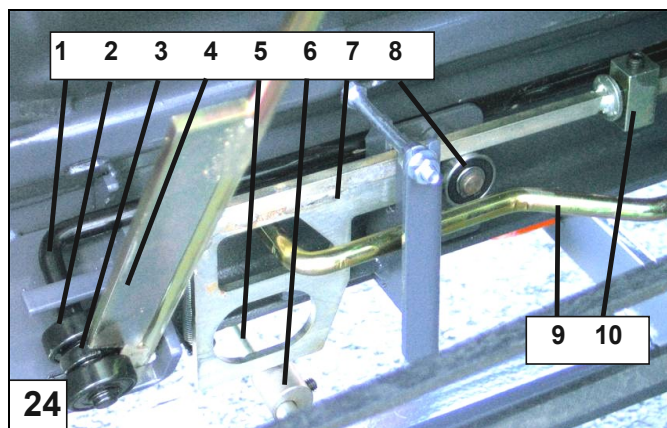
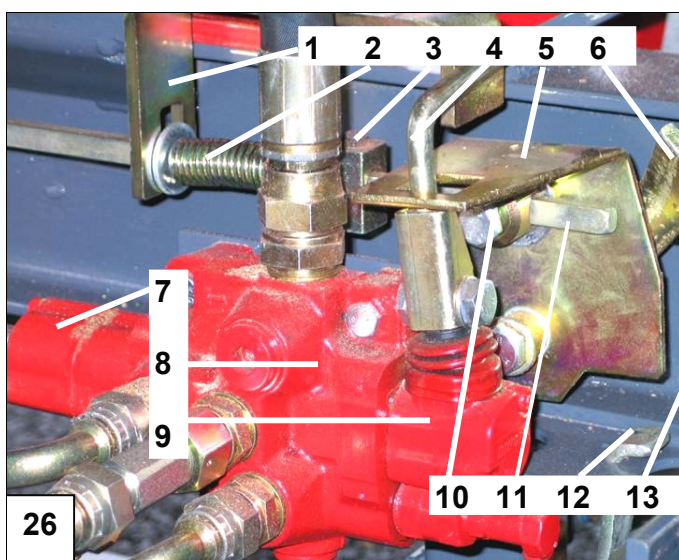

Bild 24. Utlösningens delar
Bild 26. Hydraulventilens delar
2. Sensorskaftet 5 (bild 24) lyfter med hjälp av reglerholken 6 upp utlösningstång 7, varpå den frigörs bakifrån det fasta begränsarlagret 8.
- Den manuella utlösningsspaken påverkar den manuella startens styrspak 9 (bild 24), som trycker på den sneda ytan på utlösningstång 7. Då lyfts utlösningstången upp bakom begränsarlagret 8, som i sin tur startar klyvningen.
- När klyvtrågets skyddsnät lyfts upp, flyttar skyddskilen 4 låsstången 1 (bild 24) så att låsspak 6 (bild 26) förhindrar utlösningsspaken 4:s rörelser.